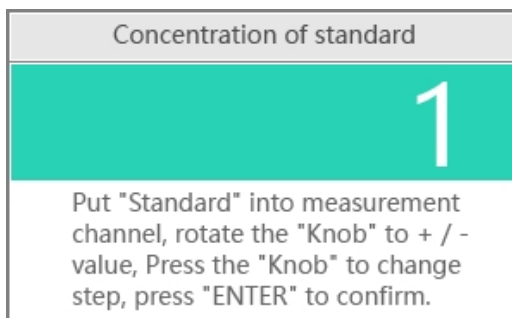

Fig. 6-8 Mesure de l'échantillon standard
- 3 Placez l'"échantillon standard" dans le canal de mesure, fermez la salle des échantillons et tournez le bouton pour entrer la concentration de l'échantillon standard (figure 6-8). Appuyez sur **"ENTER"** pour terminer la mesure de l'échantillon standard.